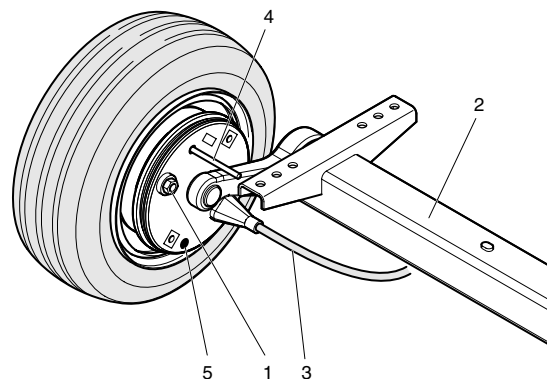

Рис. 5.5 Регулировка тормозной колодки
Поднимите и компрессор обеспечьте его опору. Проверьте, что все тормоза выключены (инерционный тормоз и рычаг ручного тормоза). Тормозные тросы не должны быть натянуты. Заблокируйте поворотные кулачки колесного тормоза снаружи с помощью шпильки \varnothing 4 мм (4) через отверстие, как показано на рис. 5.5.